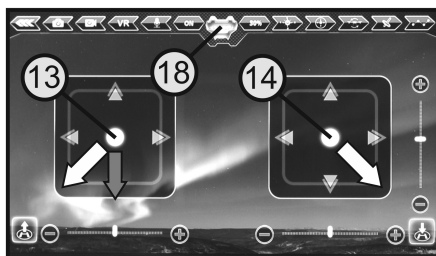

Figura 26
Per avviare i rotori, spostare la levetta di comando virtuale sinistra (13) in basso a sinistra e la levetta di comando virtuale destra (14) in basso a destra (vedere le frecce luminose in figura 26). Mantenere entrambe le levette di comando in questa posizione fino all'avviamento dei rotori. Quando i rotori iniziano a girare, le levette di comando ritornano nella posizione centrale.
Per arrestare nuovamente i rotori, spostare la levetta di comando sinistra (13) completamente verso il basso e tenerla premuta fino all'arresto dei rotori (vedere freccia scura in figura 26). In alternativa, è anche possibile premere il pulsante per la funzione di arresto di emergenza del motore (18).